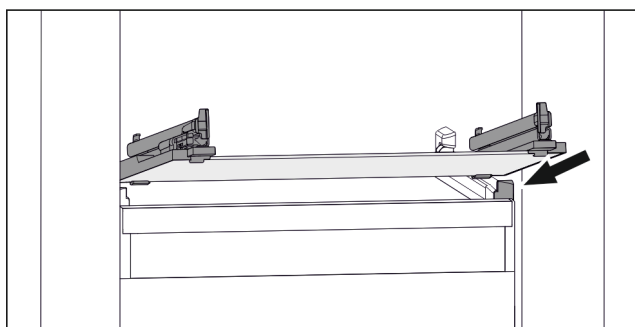

Fig. 83 Rappresentazione esemplificativa del ripiano in vetro
- Applicare il ripiano in vetro obliquamente dietro i fermi. (vedere Fig. 83)